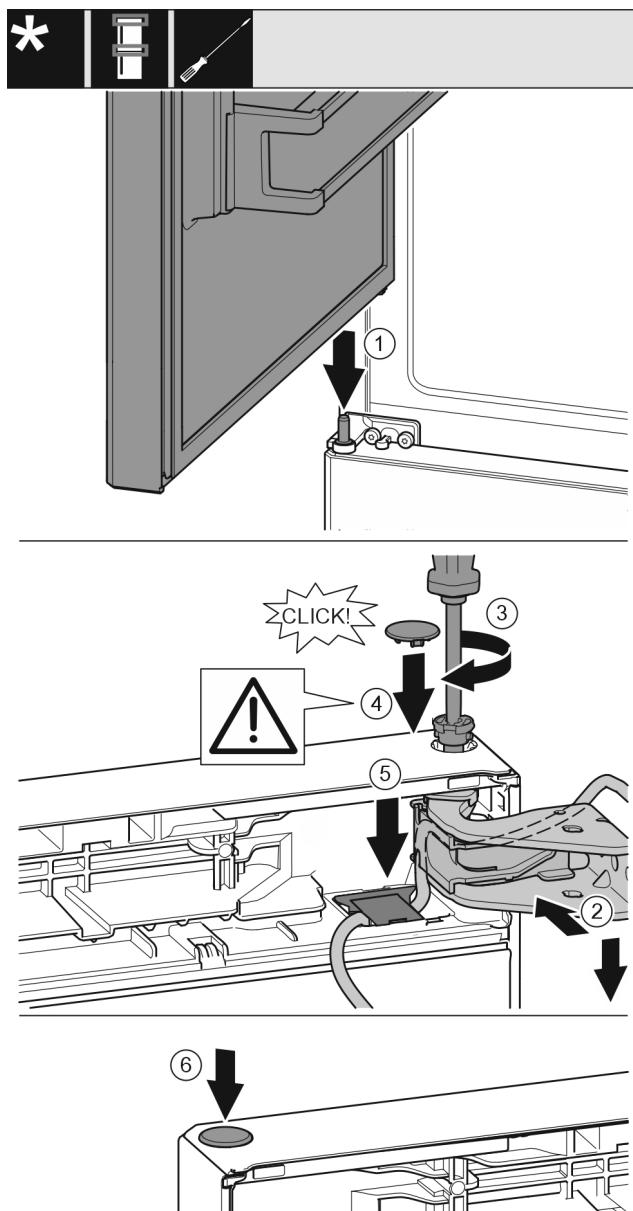

Fig. 42
- Встановлення верхніх дверцят на середній опорний палець Fig. 42 (1)
- Вирівняйте дверцята зверху по отвору в опорному кронштейні. Fig. 42 (2)
- Вставте палець та закрутіть за допомогою викрутки T15. Fig. 42 (3)
- Встановіть захисну кришку для захисту дверцят: вставте захисну кришку і проконтролюйте, щоб вона прилягала до дверцята. Якщо це не так, повністю вставте палець. Fig. 42 (4)
- Вставити кришку та натиснути донизу, поки вона не зафіксується. Fig. 42 (5)
- Вставте пробку. Fig. 42 (6)